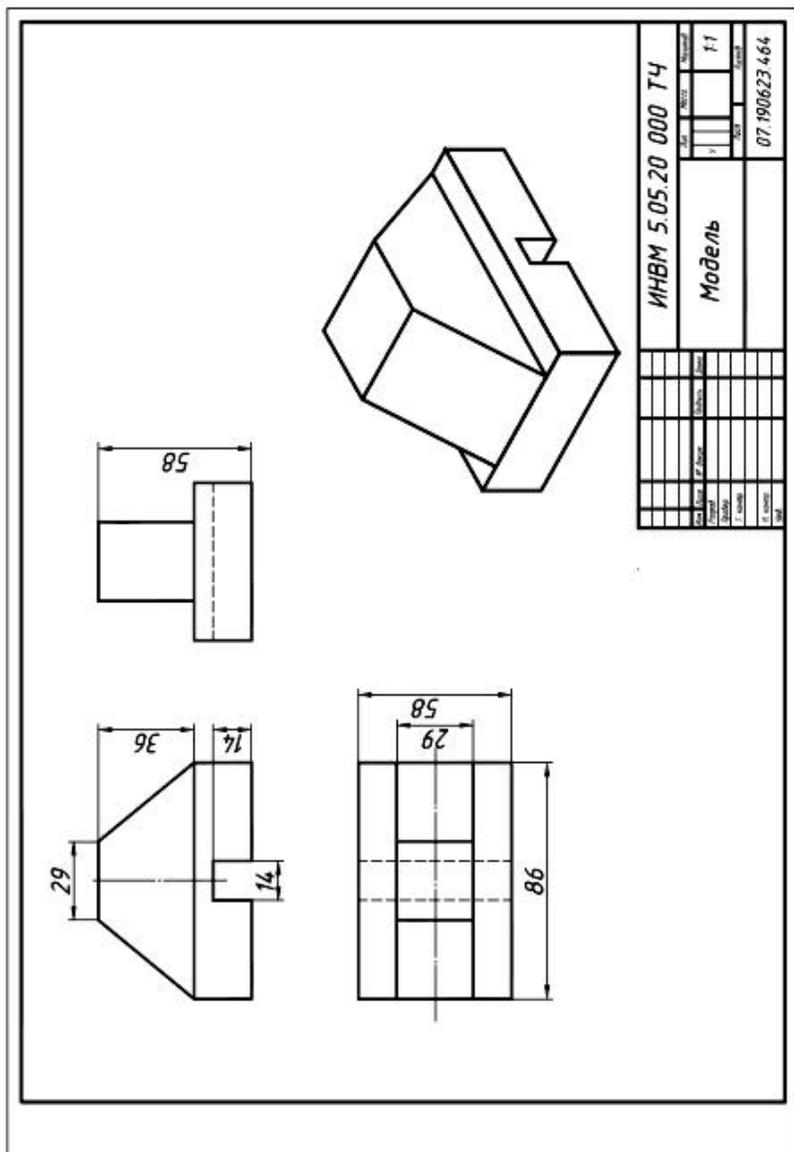
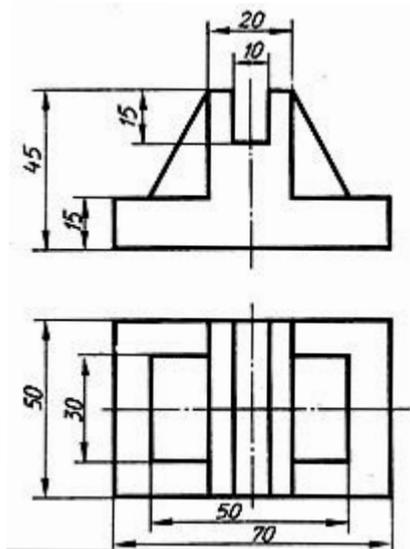

Рис. 47. Образец выполненной работы
Рис. 48. Вариант 1
4. Для формирования умений: построить третью проекцию модели по двум заданным. Выполнить аксонометрическую проекцию модели на формате А3 по варианту (рис. 48–53), предложенному преподавателем, и предоставить их преподавателю в нужном виде отчетности (рис. 47).